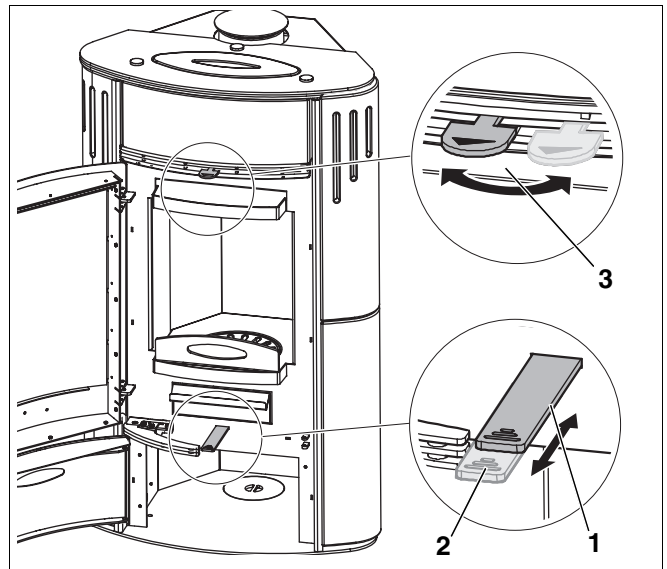

Abb. 18 Primär- und Sekundärluftschieber
Mittels des Primärluftschiebers (Abb. 18, **Pos. 1**) können Sie die Verbrennungsluft (Primärluft) von unten über den Aschekasten und den Rost zum Brennstoff regulieren.
Mittels des Sekundärluftschiebers (Abb. 18, **Pos. 3**) regulieren Sie die Sekundärluftzufuhr, was besonders wichtig zum Spülen der Sichtfensterscheibe ist und zu einer optimalen Verbrennung führt.
- Öffnen Sie den Primärluftschieber (Stellung „Auf“) (Abb. 18, **Pos. 2**) ganz.